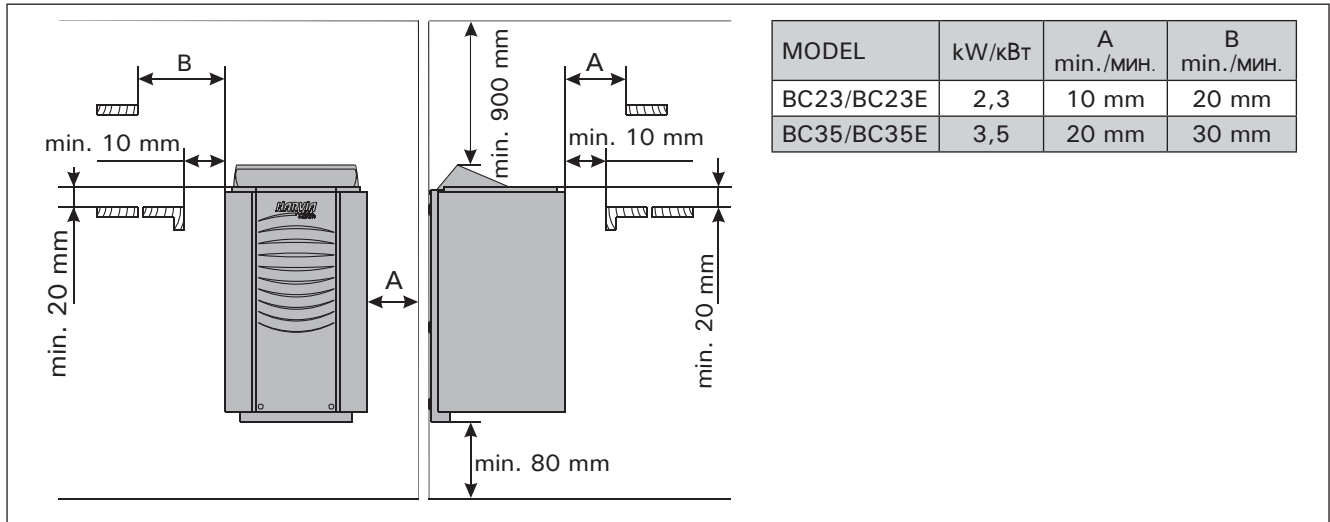

Рисунок 5. Расстояния безопасности
- При расположении каменки выполняются ли условия минимальных расстояний, изображенных на рис. 5 указанных в таблице 1.
1. С помощью прилагаемых шурупов прикрепите к стене монтажную раму, соблюдая минимальные расстояния, указанные в таблице 1 и на рис. 5.
При установке защитного ограждения вокруг каменки следует соблюдать расстояния, указанные на рис. 5. и в табл. 1.